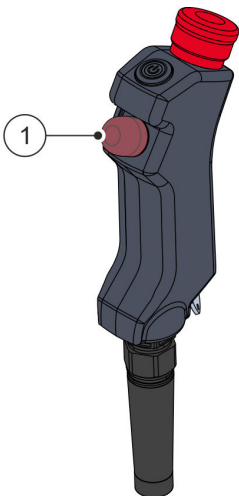

Abb. 32 Zustimmtaster
Um den Roboter in der Betriebsart Manuell über die Benutzeroberfläche oder per Handführung verfahren zu können, muss der Zustimmtaster **Abb. 32** / ① am Handcontroller durchgehend in Mittelstellung betätigt sein.